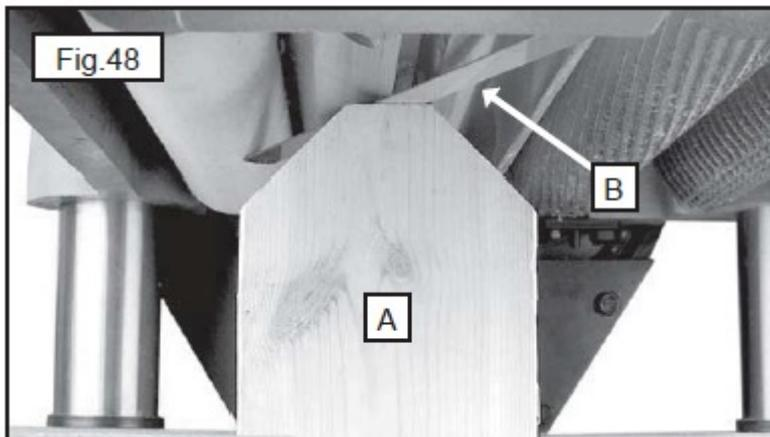
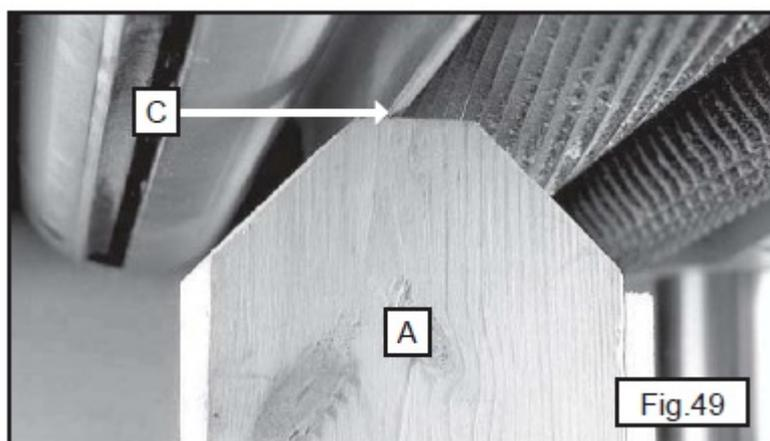

Рис. 48
Рис. 49
2. Установить калибр (А), рис. 48, на стол непосредственно под режущий вал. Использовать щуп (В) толщиной 0,5 мм, помещённый в верхнюю часть калибра. Поднимать или опускать узел головки до тех пор, пока один из ножей не коснётся щупа. Закрепить узел головки.
3. Установить калибр (А), рис. 48, без щупа под один конец стружколомателя (С), рис. 49. Низ стружколомателя (С) должен касаться верха калибра.